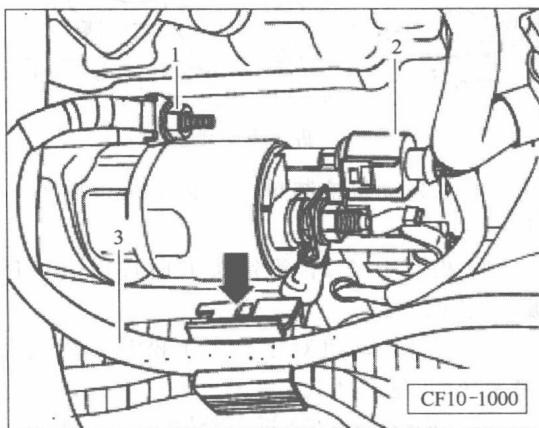

图 2-5 断开插头连接
⑫ 断开插头连接 2，见图 2-5。
⑬ 旋出螺母 1 脱开接地连接线，松开导线支架（箭头）取出接地线 3 放在车身上，见图 2-5。